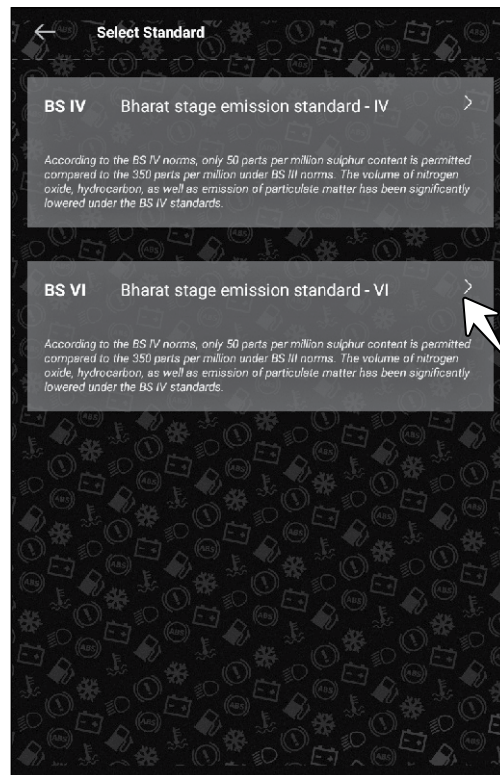

Fig. 7.9
- Selecione o padrão de emissão BSVI (seta) para versão EFI. (Fig. 7.9)